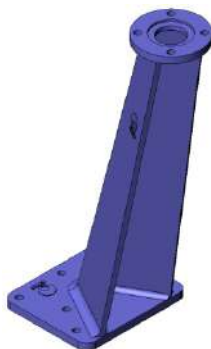

fig. 9
Colonne de manœuvre inclinée (fig. 9)
- La colonne de manœuvre standard est de 800 mm de hauteur et peut être droite ou inclinée (fig. 9 et 10).